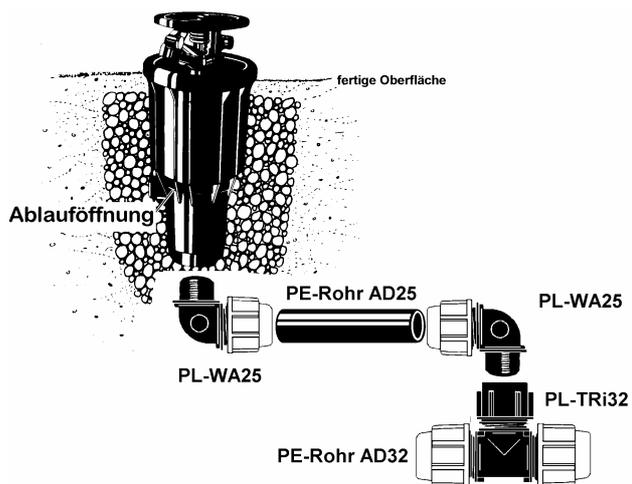

Abb. 12.1
- Nur bei Regnern mit offenem Gehäuse (BW-VRS2045 – Abb.12.1) sind die Ablauföffnungen des Regners unbedingt mittels eines Schraubenziehers auszubrechen.
- Der Versenkregner wird lt. Abb. 12.1 oder 12.2 an die Rohrleitung angeschlossen.